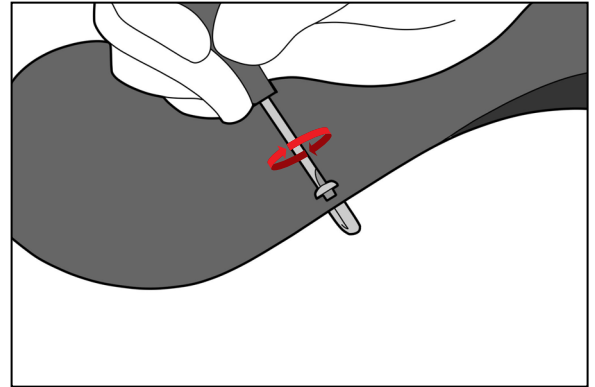

Figure 1
1. Utiliser un tournevis plat ⅛" pour retirer la vis supérieure. (Figure 1).